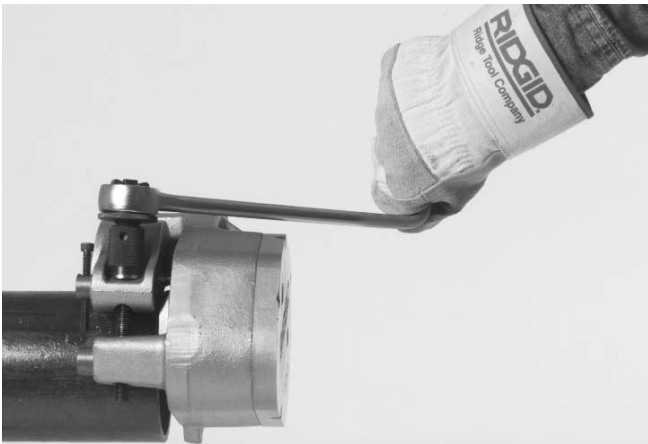

Figure 5 – Clé à cliquet introduite dans vis d'avancement
1. Introduisez la clé à cliquet dans le carré de la vis d'avancement (*Figure 5*).